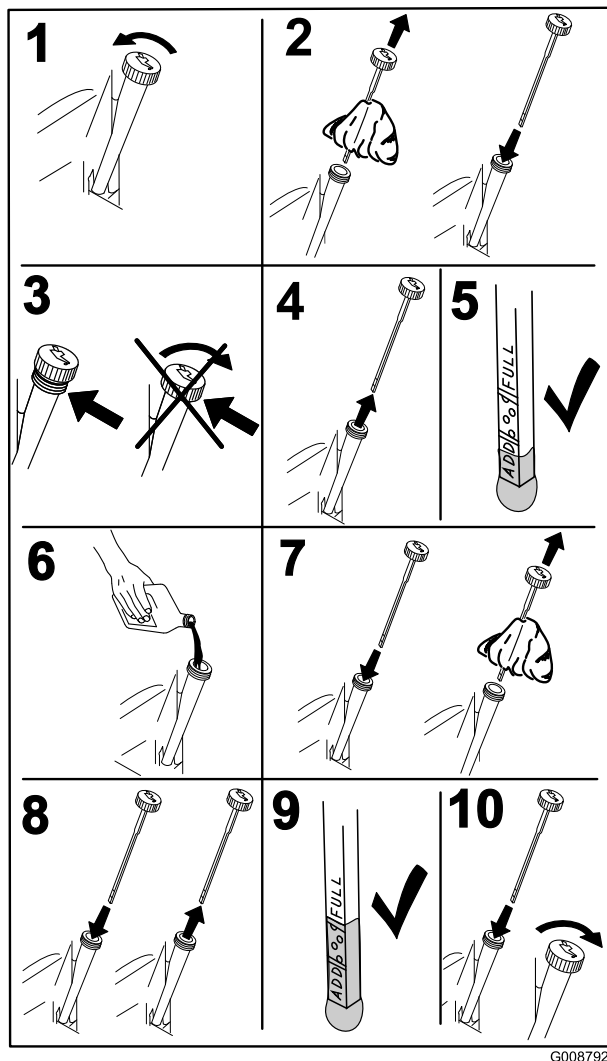

Figure 42
2. Avant de quitter la position de conduite, coupez le moteur, enlevez la clé de contact et attendez l'arrêt complet de toutes les pièces mobiles (Figure 42).